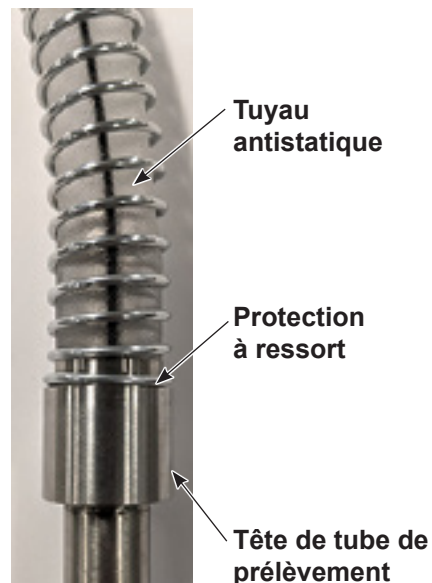

Figure 4 Assemblage du tube de prélèvement avec la protection à ressort
5. Voir la Figure 4. Abaisser la protection à ressort et la faire tourner dans le sens des aiguilles d'une montre au-dessus du tuyau sur le tube de prélèvement pour qu'elle entre en contact avec la tête du tube de prélèvement. Cela permet à la fois de soulager la tension du tuyau et de relier le ressort à la terre.